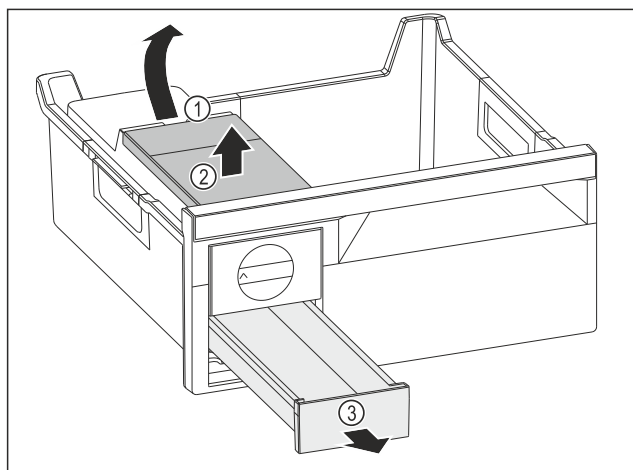

Fig. 75
- ▶ Retirer le réservoir d'eau : Soulever le réservoir d'eau hors de l'évidement Fig. 75 (1).
- ▶ Retirer le réservoir d'eau Fig. 75 (2) vers le haut.
- ▶ Retirer le compartiment à glaçons Fig. 75 (3) vers l'avant.